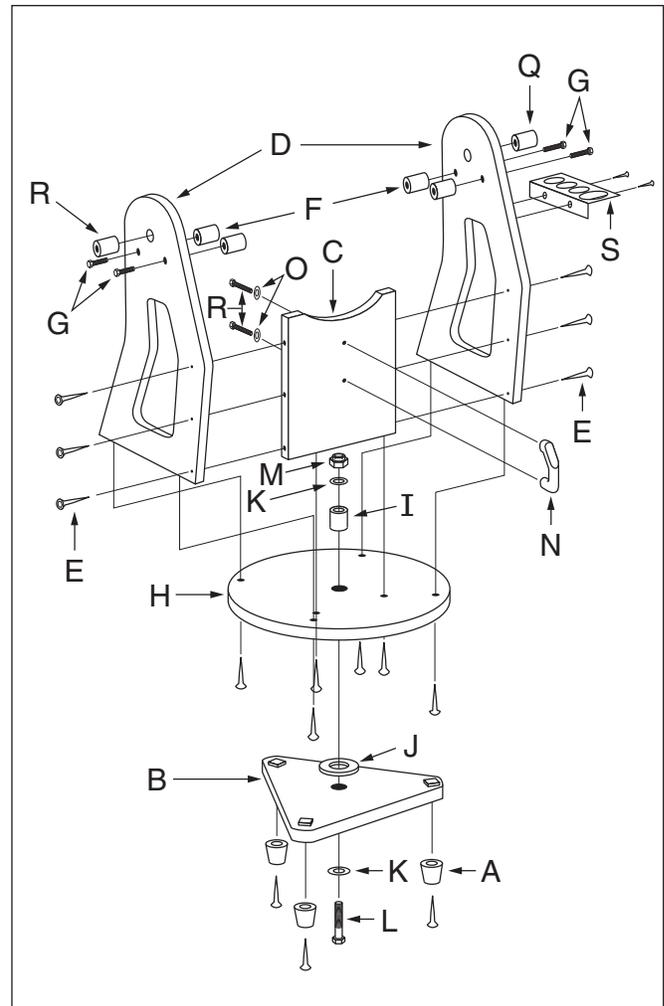

Figure 3. Vue d'ensemble du montage de la base Dobson du XT PLUS.
Consultez la **figure 3** pendant le montage de la base. La base n'a besoin d'être montée qu'une seule fois, à moins que vous ne la démontiez pour la ranger durant une longue période. Le montage dure environ 30 minutes et nécessite un tournevis cruciforme, deux clés à molette incluses, et la / les clé(s) hexagonale(s) incluse(s).
9. Placez une rondelle métallique (K) sur le boulon à tête hexagonale (L), puis insérez le boulon à travers la douille dans le centre des plaques de base depuis le fond, comme illustré dans la **figure 3**.